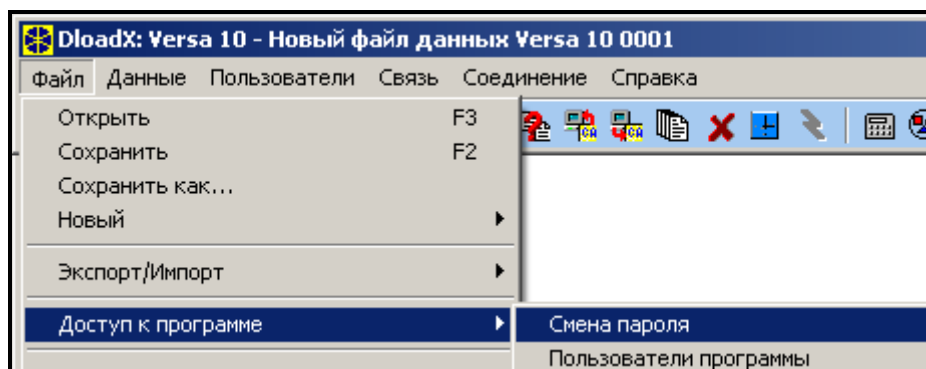

Рис. 5. Функции, касающиеся доступа к программе DLOADX.
1. В меню ФАЙЛ выберите ДОСТУП К ПРОГРАММЕ, а ПОТОМ СМЕНА ПАРОЛЯ (см.: рис. 5).
Программа позволяет получить доступ после ввода дополнительных паролей, которые можно задать и которым можно назначить полномочия (ФАЙЛ →ДОСТУП К ПРОГРАММЕ →ПОЛЬЗОВАТЕЛИ ПРОГРАММЫ – см.: рис. 5).